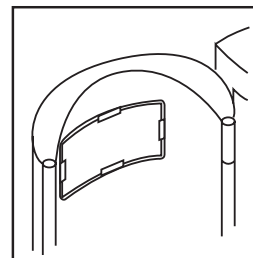

Fig. 6
2. Slide strip in fully and secure. **See Fig. 6.**
2. Deslice completamente la tira y fíjela. **Véase la Fig. 6.**
2. Insérer la bande au complet et la fixer. **Voir fig. 6.**